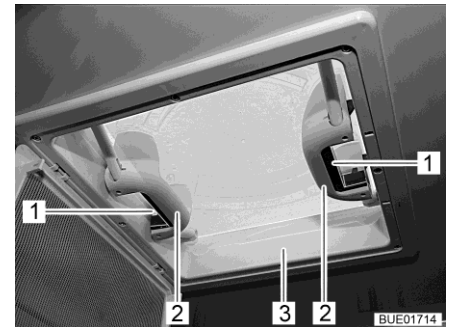

Fig. 125 Poignées avec pousoirs
- Appuyer sur le verrou à ressort (Fig. 125,1) vers l'intérieur du lanterneau (Fig. 125,3). Pousser le lanterneau simultanément vers le haut par la poignée (Fig. 125,2).
- Tirer fortement le lanterneau (Fig. 125,3) vers le bas par les deux poignées (Fig. 125,2) jusqu'à ce que les deux verrous à ressort (Fig. 125,1) s'encliquettent.